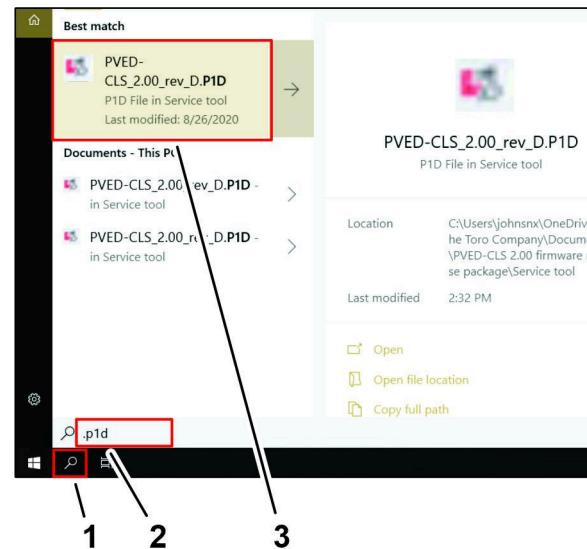

図 143
4. Windows タスクバーで、検索アイコン (図 143) をクリックします。
5. [検索するにはここに入力] テキストボックスに .P1D と入力し、Enterキー (図 143) を押します。
6. PVED-CLS\_2.00\_rev\_D.P1Dアイコンをクリックします(図 143)。